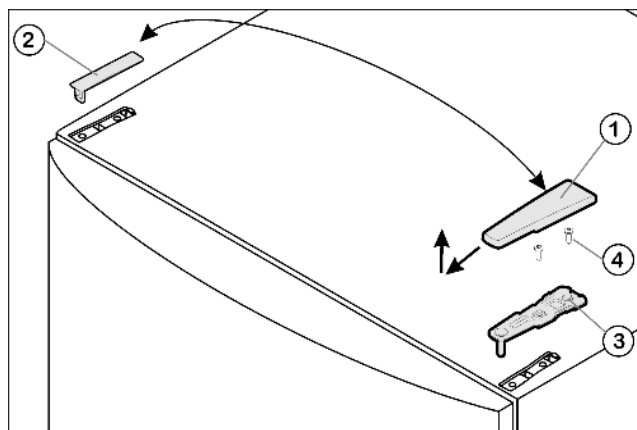

Fig. 4
- ▶ Kryt Fig. 4 (1) stáhněte dopředu a nahoru.
- ▶ Kryt Fig. 4 (2) zvedněte.
- ▶ Horní stojan ložiska Fig. 4 (3) odšroubujte (2 krát Torx® 25) Fig. 4 (4) a stáhněte nahoru.
- ▶ Horní stojan ložiska Fig. 4 (3) vložte na nové straně závěsu do dvířek.
- ▶ Horní stojan ložiska přišroubujte (s 4 Nm) (2krát Torx® 25) Fig. 4 (4). Díry pro šrouby případně předem propíchněte nebo použijte akumulátorový šroubovák.
- ▶ Kryt Fig. 4 (1) a kryt Fig. 4 (2) vždy na opačné straně zvenku nasadte a zaklesněte.